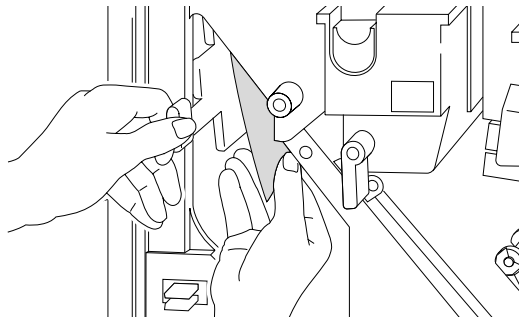

Abbildung 3-64 Herausnehmen des Papiers an der Umkehrungseinheit
1. Öffnen Sie die Frontklappe, und nehmen Sie das Papier an der Umkehrungseinheit heraus, wie in Abbildung 3-64 gezeigt.